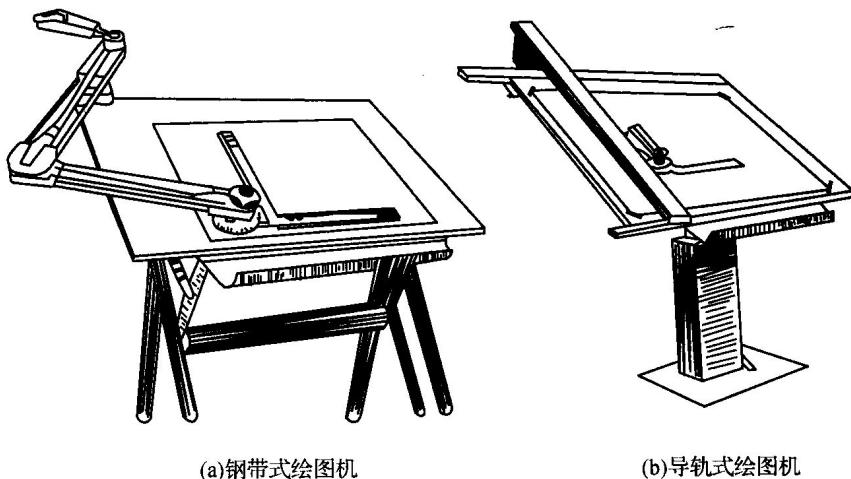

图 1.9 绘图机
(1) 钢带式绘图机 如图 1.9(a) 所示为钢带式绘图机,它可以绘制 A1 幅面范围的各种图纸。固定在机头上的一对相互垂直的纵横直尺,在移动时可始终保持平行,机头还可以作 360° 的转动。
(2) 导轨式绘图机 如图 1.9(b) 所示为导轨式绘图机, 它可以绘制大幅面的图纸, 机头结构与钢带式相似。机头可沿横梁上的导轨上下平移, 而横梁又可沿顶端的纵向导轨作左右平移。图板台面可以倾斜并能升降。导轨式绘图机刚性较好, 因此所绘制图样的精度较高。
(3) 自动绘图机 由电子计算机控制的自动绘图机是新一代的先进绘图机, 它的问世时间虽不长, 但发展极为迅速, 应用也越来越广泛。